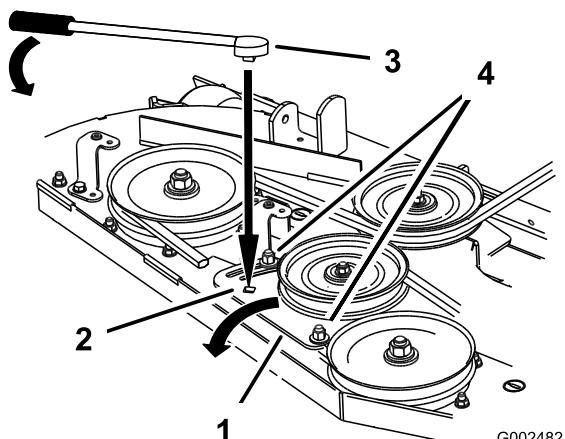

Figure 53
5. Si un réglage est nécessaire, desserrez la plaque du bras de tension et effectuez le réglage (Figure 53).
6. Insérez un manche à rochet ou une barre de levier dans le trou carré de la plaque pour régler la tension (Figure 53).
7. Pour augmenter la tension de la courroie, tournez la plaque de la poulie de tension jusqu'à ce qu'une résistance soit sentie et que la rotation s'arrête. Ne continuez pas quand elle s'arrête (Figure 53).
8. Serrez les boulons de fixation de la plaque (Figure 53).
10. Réglez la tension de la courroie et la plaque de la poulie de tension , le cas échéant, et serrez fermement toutes les fixations (Figure 53).